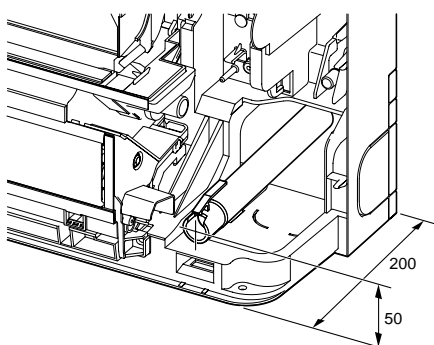

Fig. 5-3
- Bei Verlegen des Ablassrohres sicherstellen, dass der Ablassschlauch wie abgebildet verlegt wird. (Fig. 5-3)